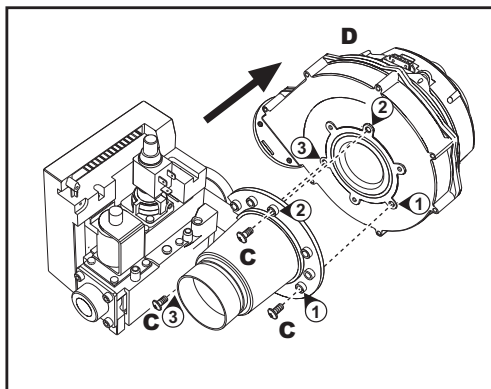

fig. 56 - modelo ENERGY TOP B 125 - 250
6. Desenroscar los tornillos "C" y retirar el ventilador "D" (fig. 56 - sólo modelo ENERGY TOP B 125 - 250).